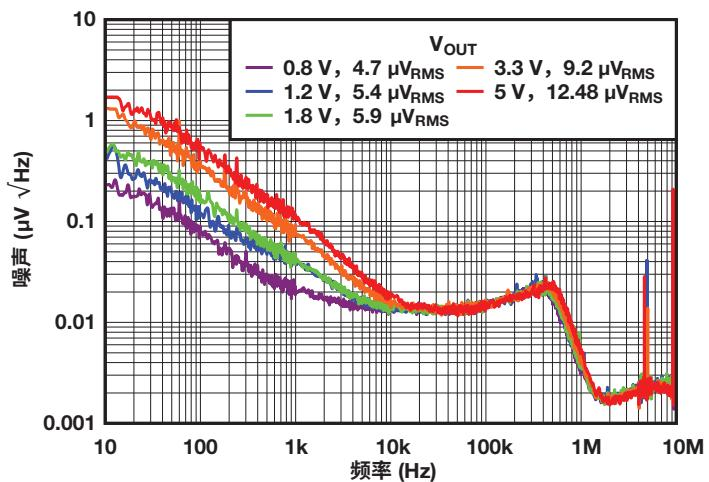

图 2：TPS7A91 的噪声频谱密度与频率和 V_{OUT} 的关系。
可以使用频谱分析仪识别 LDO 输出端各种交流元件产生的噪声。**图 2** 绘制了 1A 低噪声 LDO（即 TPS7A91）的输出噪声。
数据表一般会提供单一的积分噪声值以与其他产品进行对比。输出噪声的积分范围通常为 10Hz 到 100kHz，并以微伏均方根值 (μV_{RMS}) 表示。（供应商还会在 100Hz 到 100kHz 范围内甚至是自定义频率范围内对噪声进行积分。在选定频率范围内积分有助于屏蔽不希望的噪声属性，因此，除了查看积分噪声值之后，务必要查看噪声曲线。）**图 2** 显示了与各种曲线对应的积分噪声值。德州仪器 (TI) 提供 LDO 的产品组合，其积分噪声值可低至 $3.8 \mu V_{RMS}$ 。